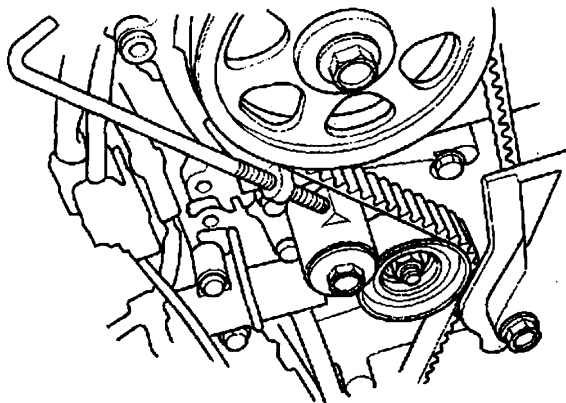

图 23-14 取下螺栓
- 7) 按照图 23-14 所示，从后盖上把固定正时带调节器的螺栓取下。